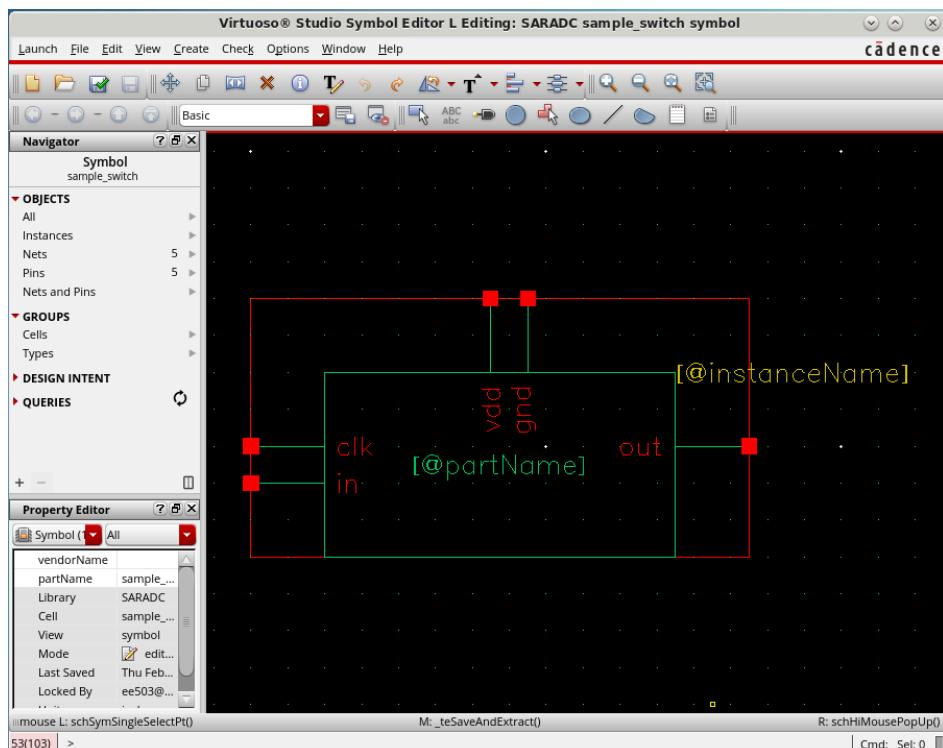

图 102 Symbol 视图
8. 如图 102 所示，新的 Symbol 视图将会弹出。点击 Check & Save 按钮 保存 Symbol。然后点击右上角的 x 按钮关闭 Symbol 视图和 VerilogA 编辑器。